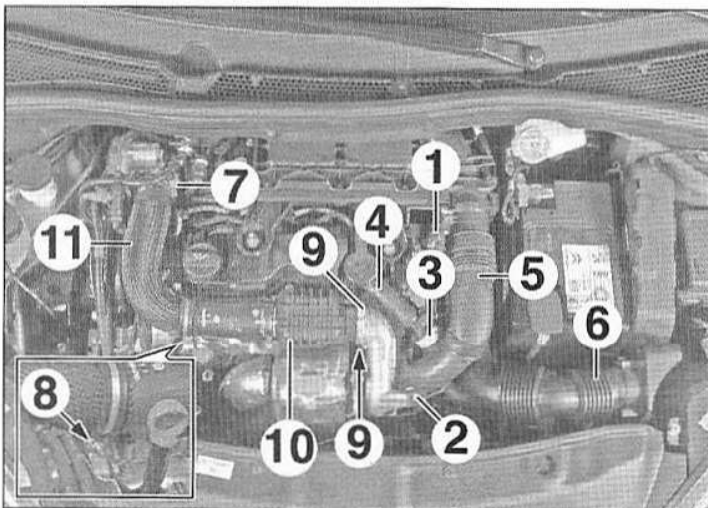
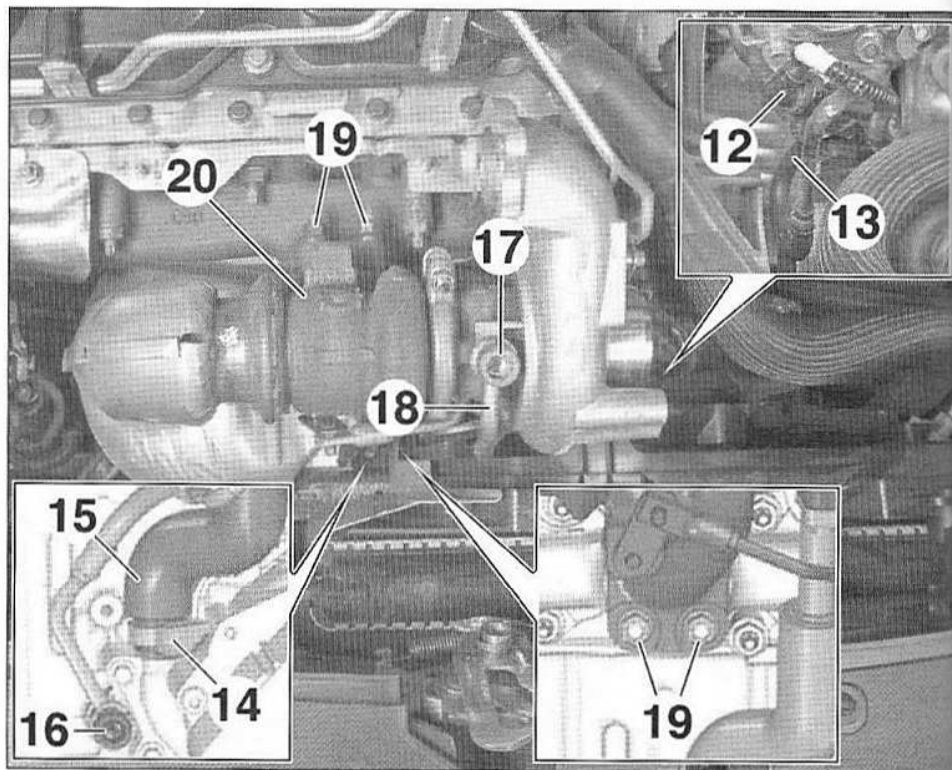

FIG.78
FIG.79
- Débrancher le connecteur (1) (Fig.78).
- Déposer la vis (2).
- Ecarter le collier (3) puis désolidariser le reniflard d'huile (4).
- Déposer les conduits d'air (5) et (6).
- Desserrer le collier (7).
- l'écrou (8),
- les vis (9),
- l'atténuateur de bruit (10) équipé du conduit d'air (11),
- Débrancher (Fig.79) :
- le connecteur (12),
- la canalisation à dépression (13).
- Desserrer le collier (14) puis désaccoupler la canalisation de retour d'huile de turbocompresseur (15).
- les vis (16) et (17),